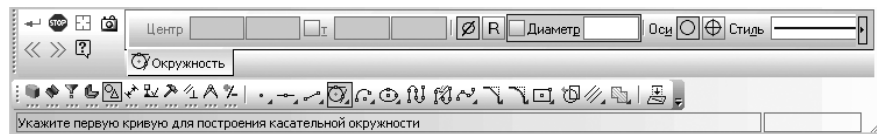

Рис. 8.95. **Панель свойств: Окружность, касательная к двум кривым, Компактная панель,** с нажатой кнопкой  **Окружность, касательная к двум кривым** и строка сообщений
**Панель свойств: Окружность, касательная к двум кривым, Компактная панель,** с нажатой кнопкой  **Окружность, касательная к двум кривым,** и строка сообщений показаны на рис. 8.95.